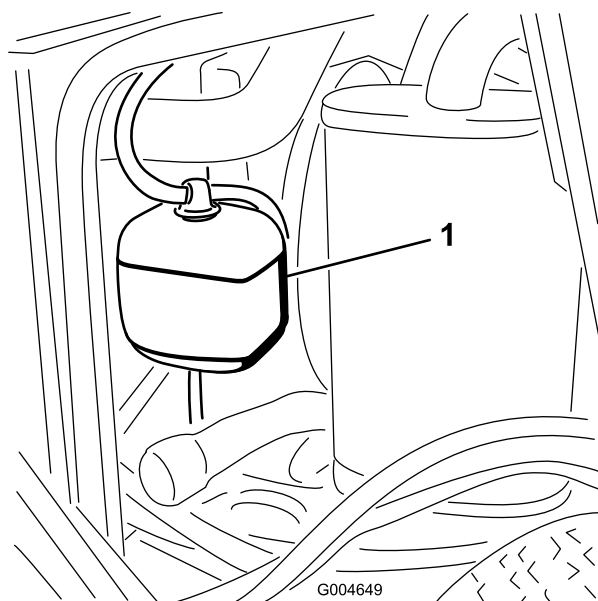

Figura 49
1. Controllate il livello di refrigerante nel serbatoio di espansione (Figura 49). Il livello di refrigerante